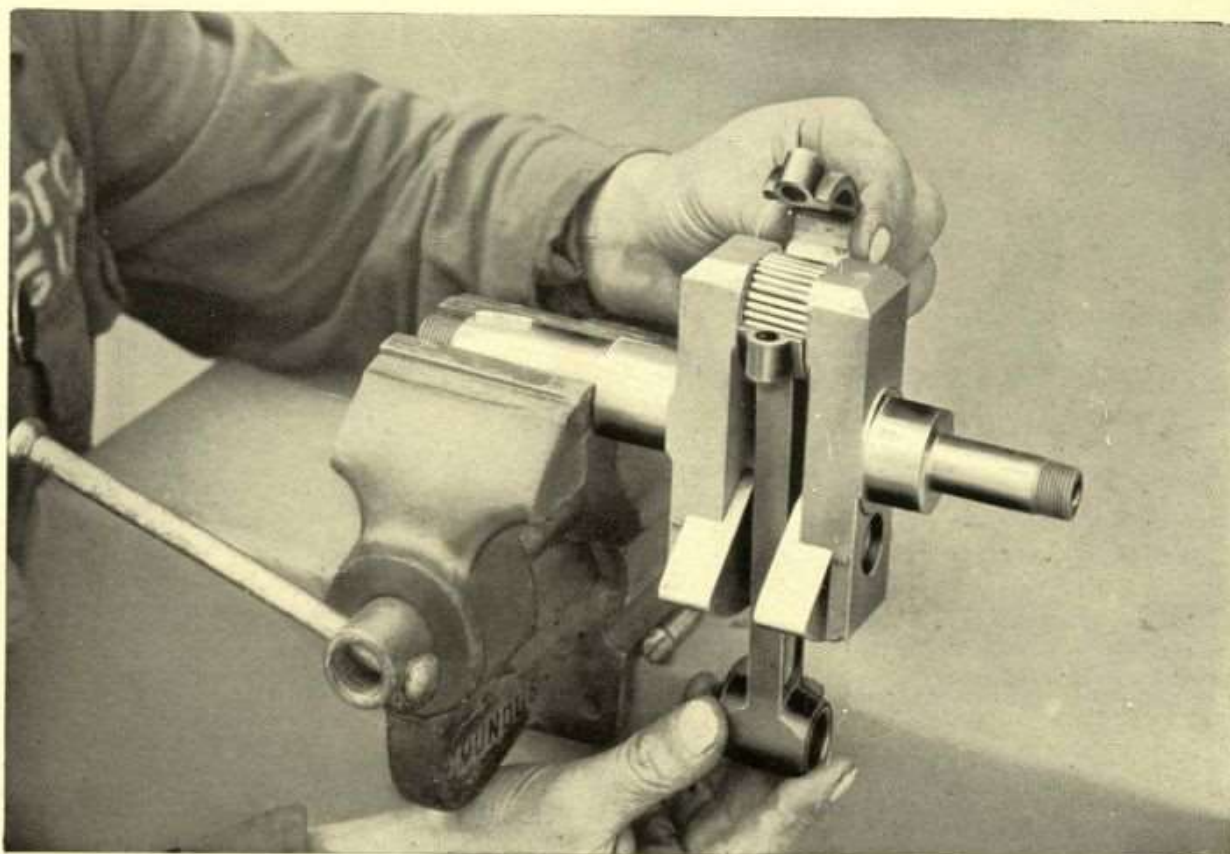

Fig. 19 - Come si eseguisce il montaggio della biella e degli aghi sull'asse motore
- Versare un po' d'olio denso sul perno di biella e appoggiare uno a uno i rullini facendoli scorrere in basso, aiutandosi a trattenerli con la biella (vedi fig. 19).